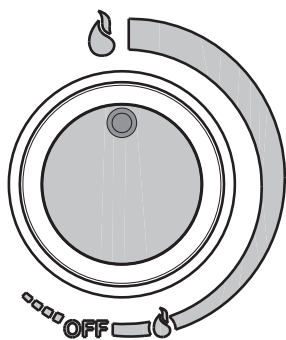

fig. 8A
- Con il selettore "A" in questa posizione lo scaldabagno è acceso con la fiamma al minimo, continuando la rotazione la fiamma aumenta fino a raggiungere il massimo in corrispondenza del simbolo "🔥" (fig. 8A).